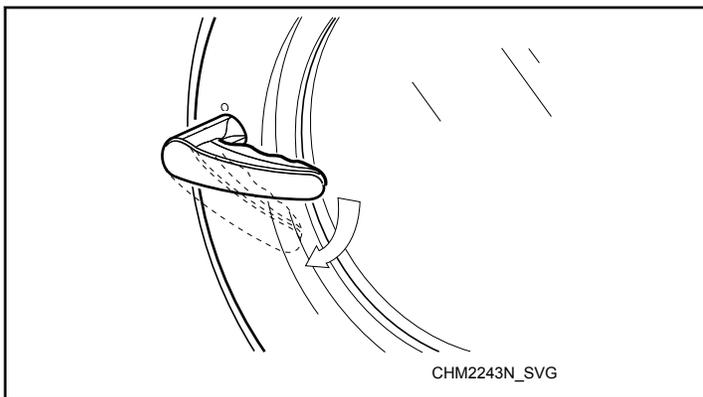

Figure 52
2. Tourner la poignée dans le sens horaire pour ouvrir. Se reporter à la *Figure 52*.